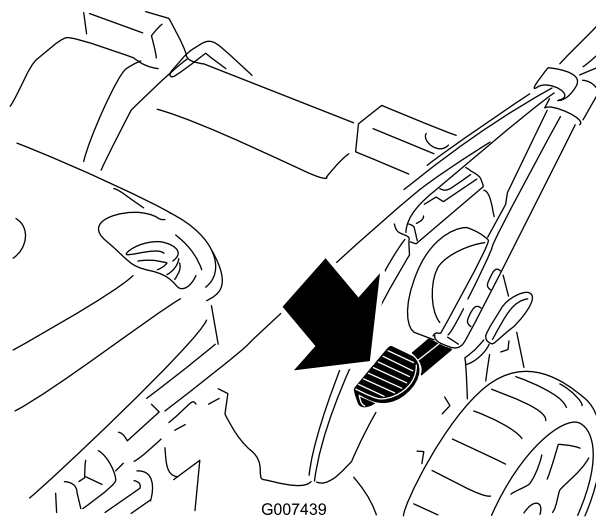

Figure 47
1. Appuyez sur la pédale et maintenez-la enfoncée (Figure 47).